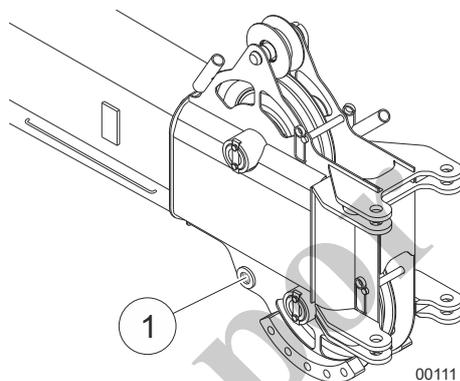

Fig. 213 Instalación de un cable para tirar de la pluma de extremo
- 9 Instale un cable en la argolla (1, Fig. 213) en la pluma de extremo.